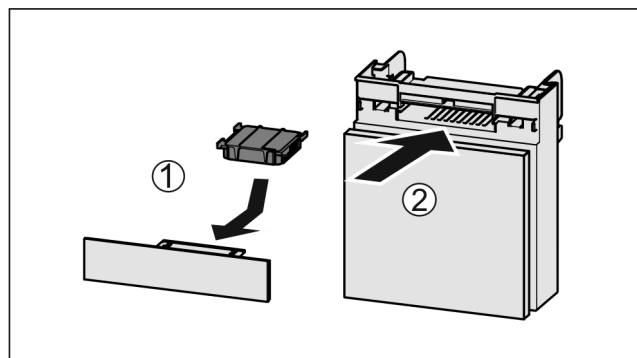

Fig. 234
- ▶ Установите фильтр с активированным углем, как показано на рисунке Fig. 234 (1).
- ▶ Вставьте отделение Fig. 234 (2).